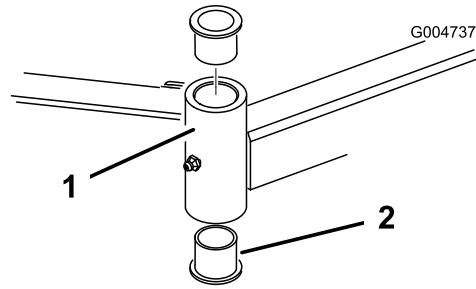

Figura 96
4. Inserte un botador fino en la parte superior o inferior del tubo de montaje y dé golpes hasta que salga el casquillo del tubo (Figura 96).